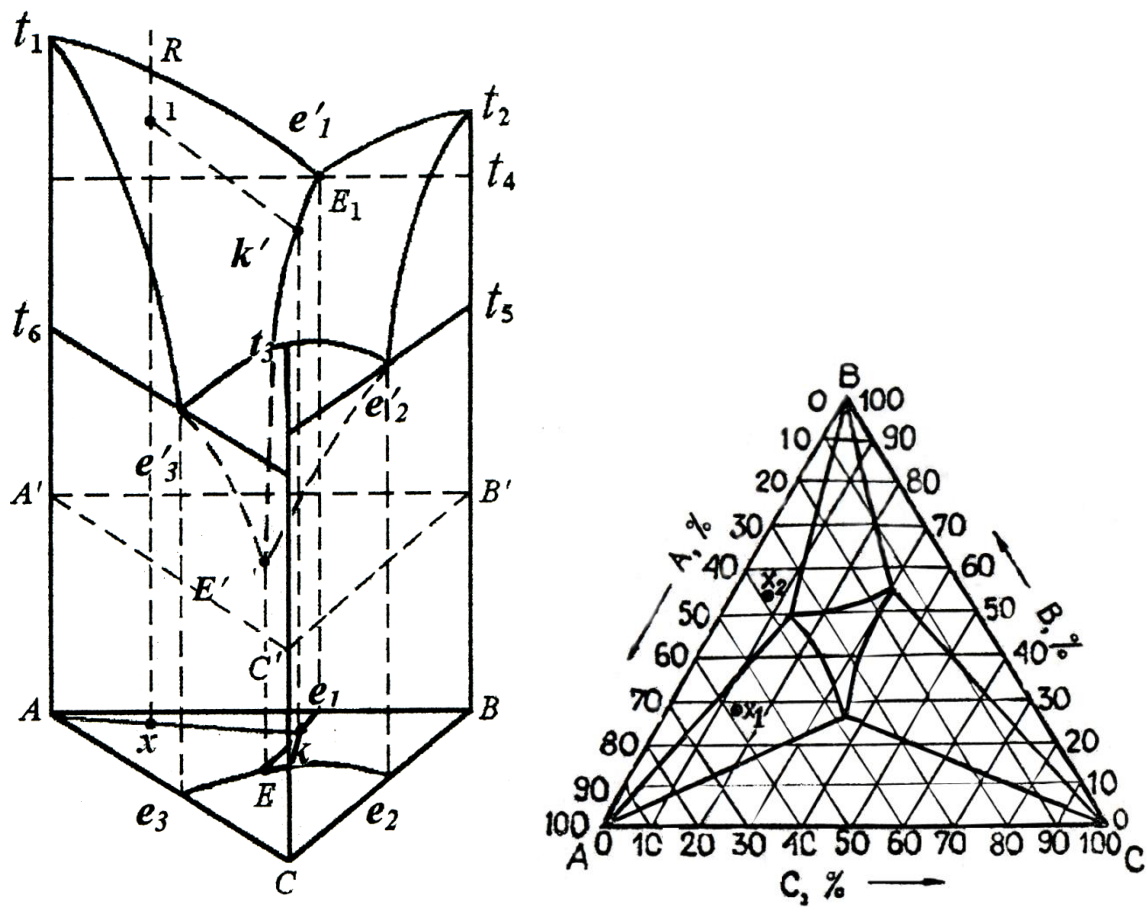

Рис. 13
1. На изотермическом сечении диаграммы тройной системы с тройной эвтектикой (рис. 13) в сплавах  $X_1$  и  $X_2$  укажите фазовые составляющие, определите их состав и количество.